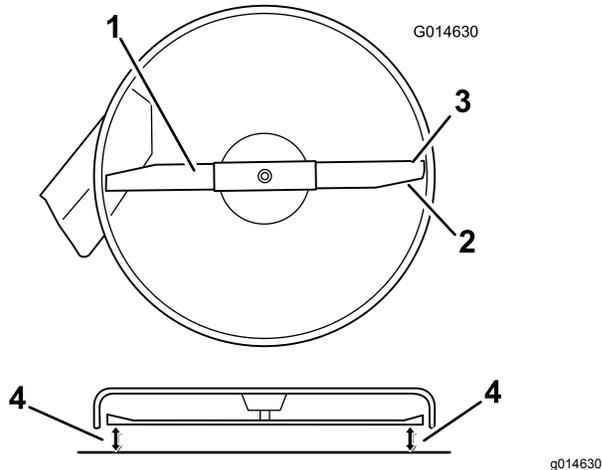
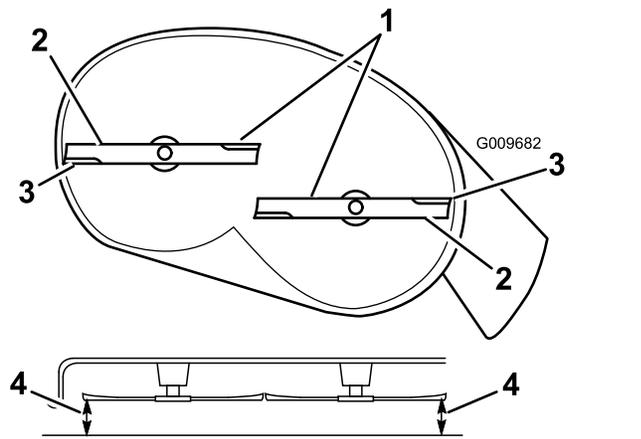

Figura 65
Figura 66
4. Gire cuidadosamente las cuchillas hasta que estén todas orientadas lateralmente (Figura 65 y Figura 66).
5. Mida entre los filos de corte exteriores y la superficie plana (Figura 65 y Figura 66).